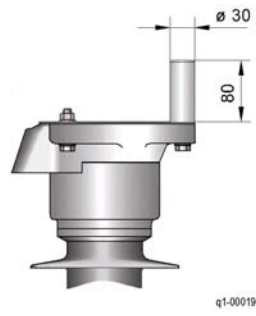
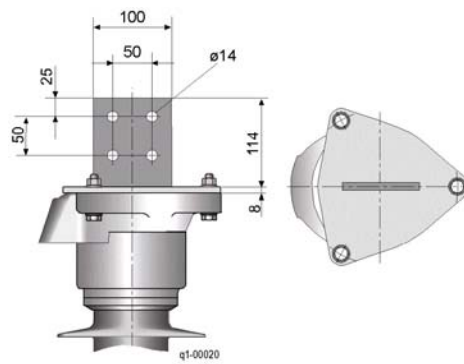
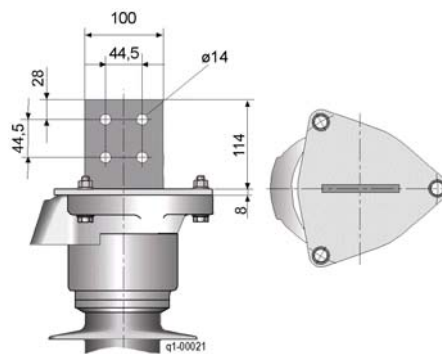

Fig. 12 Conexión de alta tensión con terminal roscado
Fig. 13 Conexión de alta tensión con terminal plano (DIN)
Fig. 14 Conexión de alta tensión con terminal plano (NEMA)
- Terminal de perno 3EX6 116 (acero anticorrosivo) [Fig. 12]) así como
- Terminal plano 3EX6 117 DIN (acero galvanizado en caliente) [Fig. 13]).
- Terminal plano 3EX6 115 NEMA (acero galvanizado en caliente) [Fig. 14)).
Si la conexión se realiza por medio de un terminal roscado [Fig. 12] o de un terminal plano [Fig. 13], [Fig. 14], los accesorios especiales necesarios ya vienen montados de fábrica.